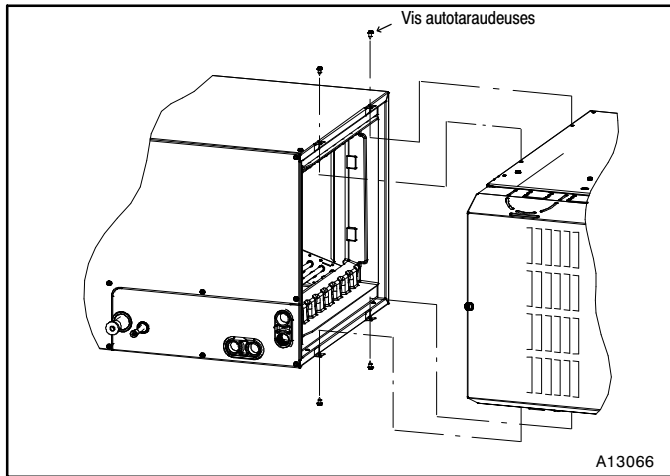

Figure 9 – Installation horizontale vers la gauche
3. Utilisez des vis autotaraudeuses pour fixer l'appareil de chauffage. (Consultez la **Figure 9**.)